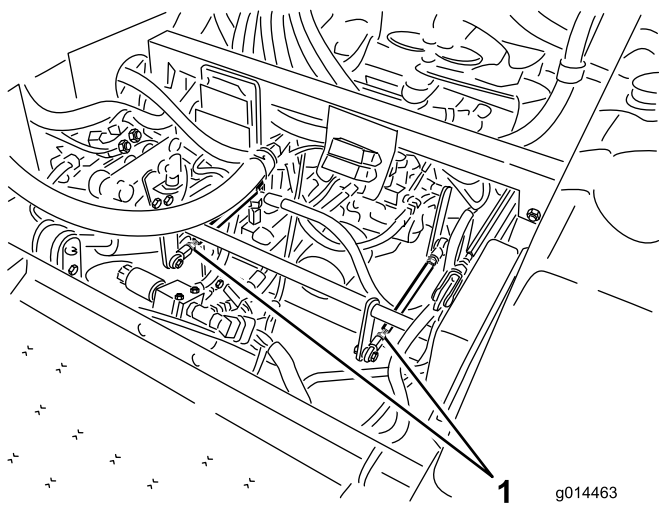

図 39
- 左後タイヤが回転している場合には、左側トランスミッション・コントロールロッドのジャムナットをゆるめる図 39。